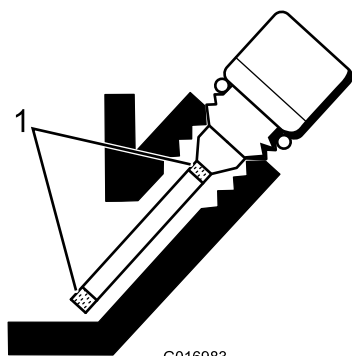

Figure 30
5. Si le niveau est trop bas, ajoutez suffisamment d'huile pour le faire monter entre les repères hachurés sur la jauge (Figure 30).